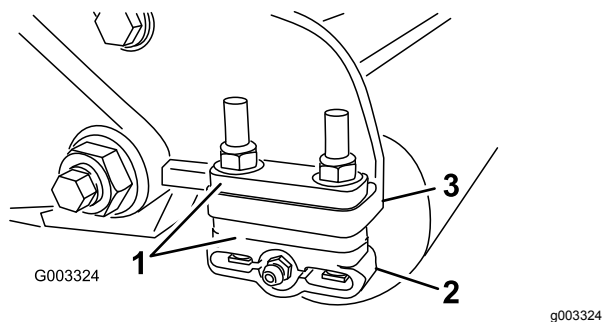

図 11
1. 後ローラのブラケット 図 11 の位置を調整する調整は、希望刈高範囲に対応する数のスペーサをサイドプレートの取り付けフランジ 図 11 の下に入れることで行う 刈高表 \(ページ 11\) で数を確認する。